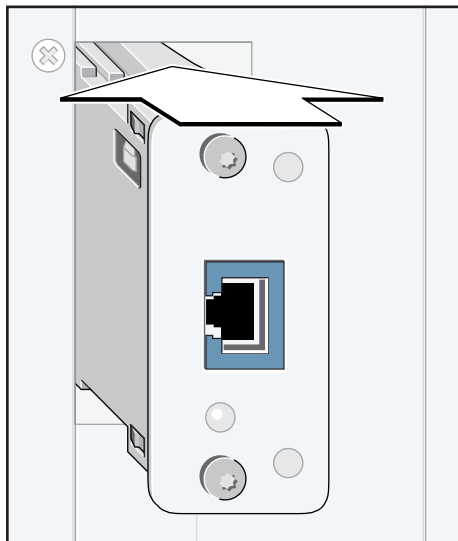

Fig. 2: Esempio: Inserimento del modulo interfaccia
2. Inserire il modulo interfaccia IMmtcp nello slot predisposto sui componenti del sistema fino alla battuta (esempio in Fig. 2).